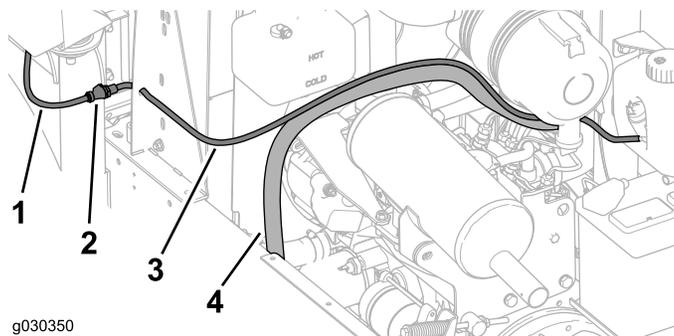

**Figure 42**
2. Branchez le raccord de flexible à l'autre bout du flexible de lave-glace (Figure 42).